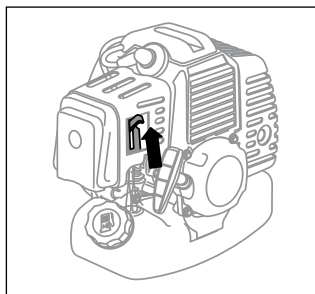

Рис. 12
4. Переведите рычаг воздушной заслонки в верхнее положение – I «Закрыто» (рис. 12).
7. Переведите рычаг воздушной заслонки (рис. 12) в нижнее положение ||| «Открыто».
1. Переведите рычаг воздушной заслонки в нижнее положение – ||| «Открыто» (рис. 12).